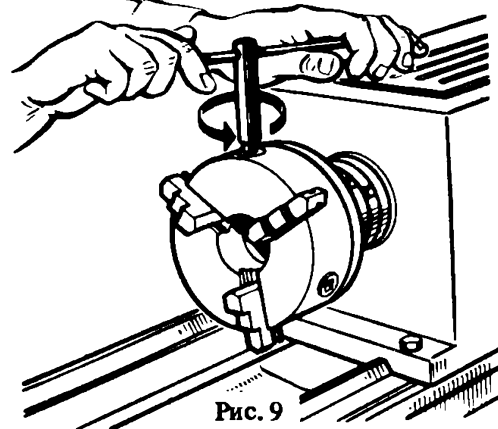
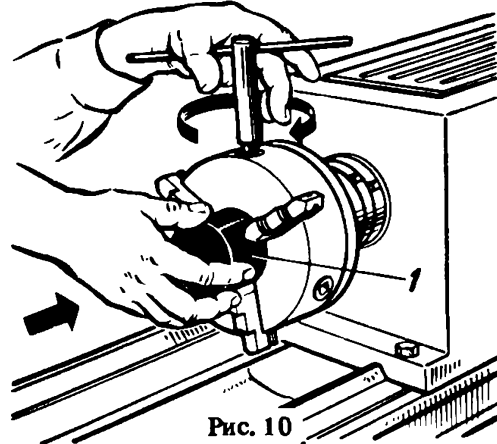

Рис. 9
Рис. 10
1.2. Предварительно закрепить заготовку в патроне. Обеими руками, вращая равномерно против часовой стрелки патронный ключ, развести кулачки на величину, несколько превышающую диаметр закрепляемой заготовки (рис. 9). Правой рукой взять и вставить заготовку 1 (рис. 10) в патрон, а левой рукой вращать патронный ключ по часовой стрелке до захвата заготовки кулачками. Вращая обеими руками патронный ключ по часовой стрелке, предварительно закрепить заготовку в патроне. Заготовка должна входить в кулачки патрона не менее чем на 20–30 мм. Если при закреплении заготовки прямые кулачки выходят из пазов корпуса патрона более чем на $\frac{1}{4}$ своей длины, применять обратные кулачки.